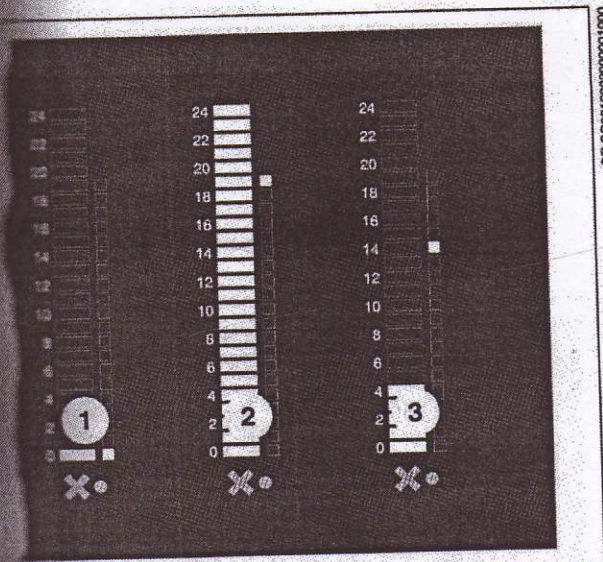

Рис. 69
- При закрытом дозирующем цилиндре краски (открытие красочной зоны = 0%) на грубой и тонкой индикации светится по одному светодиоиду (Рис. 69/1).
- При полностью открытом дозирующем цилиндре (открытие красочной зоны = 100%) светятся все светодиоды грубой индикации и самый верхний светодиод тонкой индикации (Рис. 69/2).
Индикация: 5 грубых светодиодов и 15-й тонкий светодиод (Рис. 69/3).